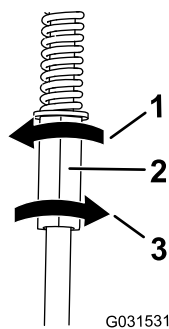

図 58
4. 左側のコントロールロッドを 1/4 回転ずつ回して、直進できるまで少しずつ調整を進める **図 58**。